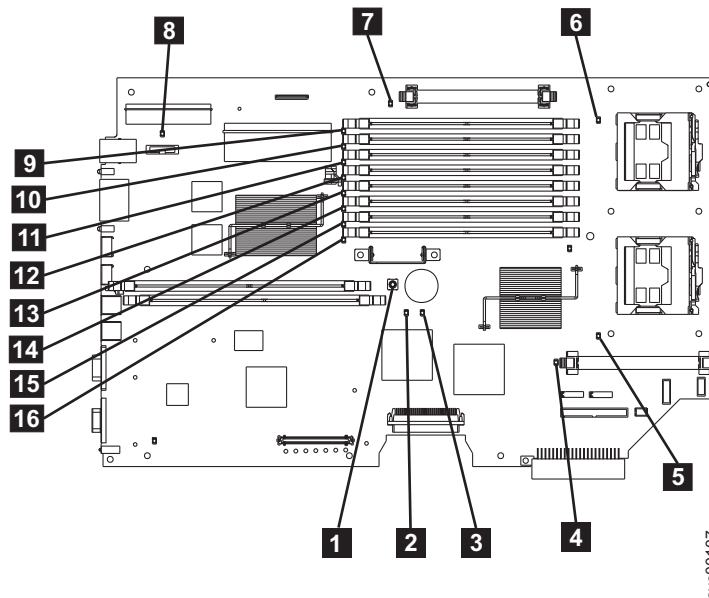

図 102. SAN ボリューム・コントローラ 2145-8F2 および SAN ボリューム・コントローラ 2145-8F4 システム・ボード LED
はい 350 ページの表 63 を参照にして、特定のライト・パス診断 LED 用に指定されたアクションを実行して、ステップ 3 (353 ページ) に進みます。アクションによっては、システム・ボード上またはファン・バックプレーン上の LED 状態を監視する必要があります。システム・ボード LED の位置は、350 ページの図 102 に示されます。ファン LED はそれぞれのファンに隣接して配置されています。必要な LED を表示するには以下を行います。
- d. ライト・パス診断ボタン **1** を押します。350 ページの図 102 を参照してください。